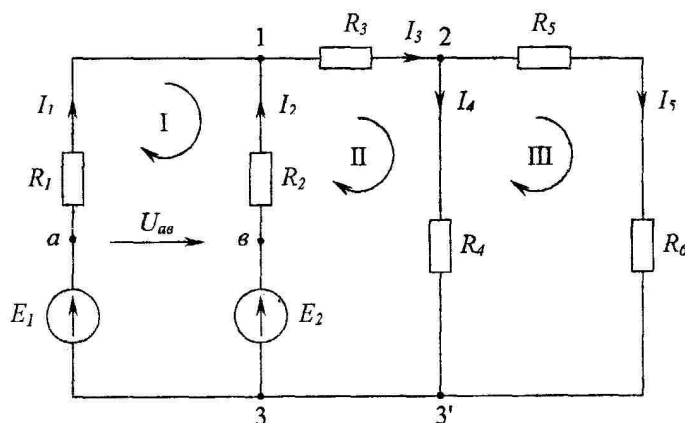

Рис. 2
Различают понятия геометрического и потенциального узлов. Геометрические узлы 3 и 3' (рис. 2), имеющие одинаковые потенциалы, являются одним потенциальным узлом. На схеме рис. 2 четыре геометрических и три потенциальных узла.
Например, для узла 2 (рис. 2)
5. Произвольно выбираются направления обхода контуров, например, по ходу часовой стрелки (рис. 2).
Рассмотрим этот порядок расчета для схемы (рис. 2).
Например, для определения напряжения U_{ab} (рис. 2) можно написать уравнения двумя способами: